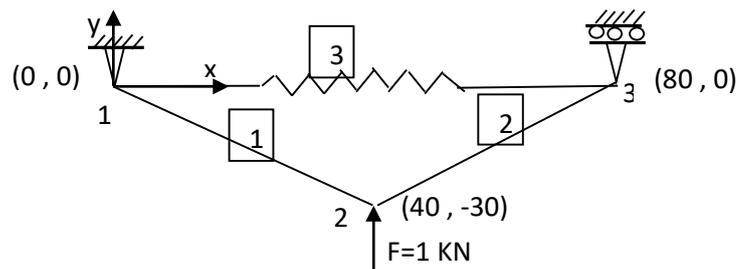

Figure 06 : système de deux tiges de suspension reliées par un ressort horizontal
Soit le système formé de deux tiges métalliques (1) et (2) de 50 cm de longueur chacune, et d'un ressort horizontal (3) de longueur $L=80\text{cm}$ (figure 06). Ce ressort relie les deux extrémités supérieures (ou bien les nœuds 1 et 3) de ces tiges. Ces barres sont en acier dont la section transversale est d'aire $A = 1 \text{ cm}^2$ et de module d'Young $E= 210000 \text{ MPa}$. Ce ressort est de raideur $k = \left(\frac{80 \cdot E \cdot A}{50 \cdot L} \right)$